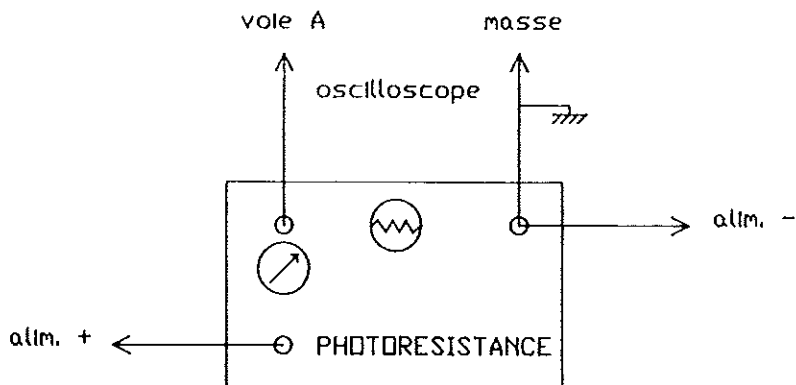

figure 19 : branchement du module photorésistance
- connecter l'oscilloscope aux bornes de la photorésistance : borne noire à la masse de l'oscilloscope et borne jaune à la voie A (figure 19).